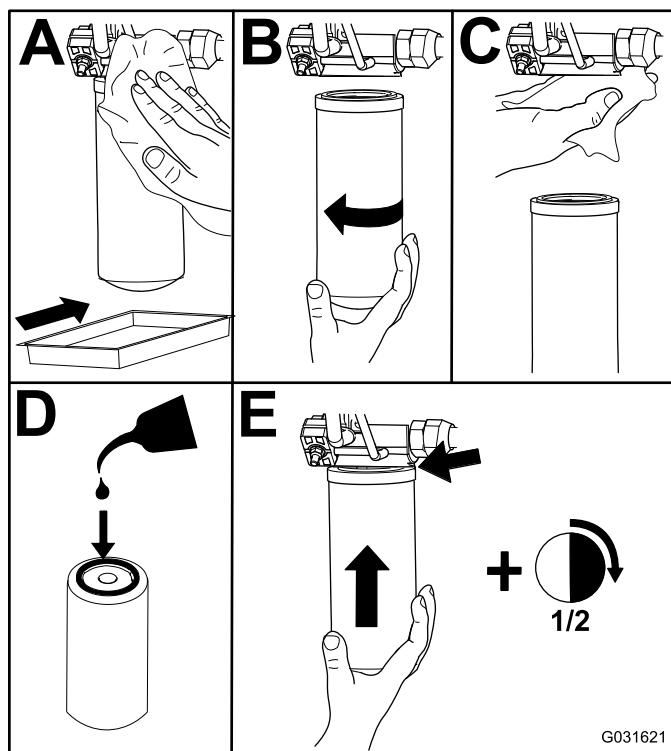

Figure 84
2. Remplacez les filtres hydrauliques (Figure 84).